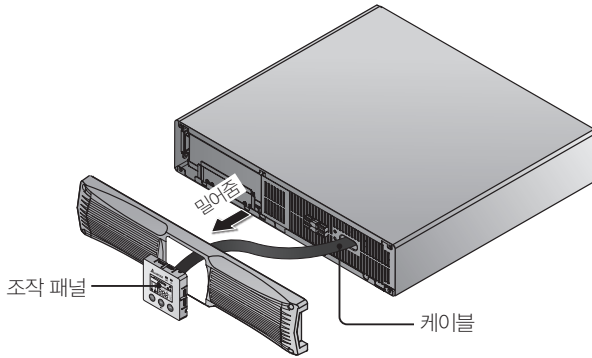

Figure 3-6 : 조작 패널의 후면을 밀어 줌
2. 전면 플라스틱 패널의 뒷면으로부터 주의 깊게 조작 패널의 후면을 눌러 전면 플라스틱 패널로부터 빠져 나오도록 합니다. 조작 패널과 UPS의 내부 커넥터를 연결하고 있는 케이블이 손상되지 않도록 주의하시기 바랍니다. *Figure 3-6* 참조.